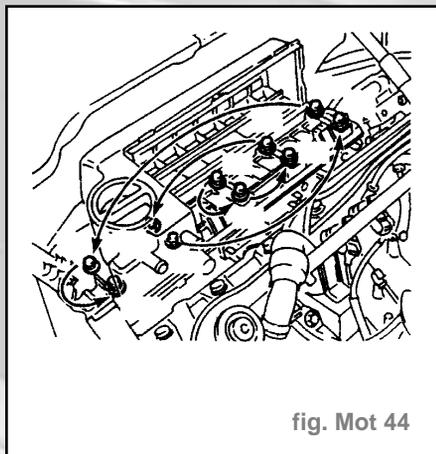

fig. Mot 44
- Déposer les dix vis de fixation de l'ensemble couvre-culasse/filtre à air dans l'ordre indiqué (fig. Mot. 44)